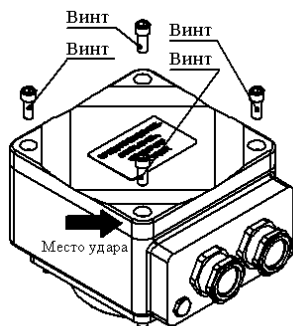

Рисунок 3 - Демонтаж крышки коробки выводов
- вывернуть четыре винта 31 (см. рисунок 3);